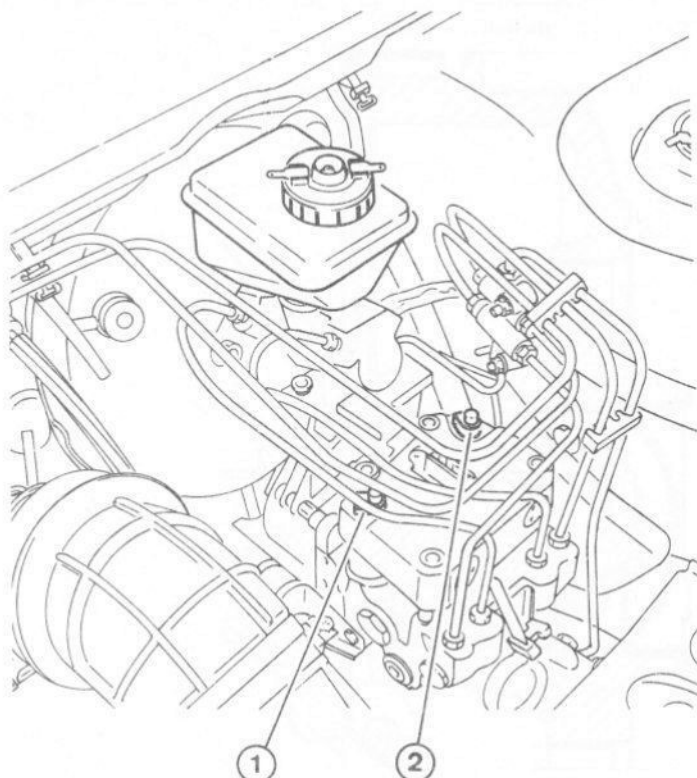

Fig. 13.104 Vis de purge (1 et 2) sur le régulateur ABR (Sec 18)
9 Brancher un tube de longueur adéquate sur la vis de purge (1) Fig. 13.104, du régulateur ABR, comme pour la purge des étriers.
14 Recommencer les opérations sur la vis de purge (2) Fig. 13.104.